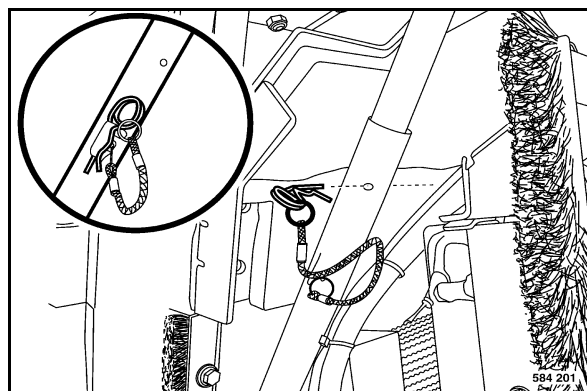

Fig. 186
- Ouvrir complètement le capot du moteur (Fig. 186) et le verrouiller.